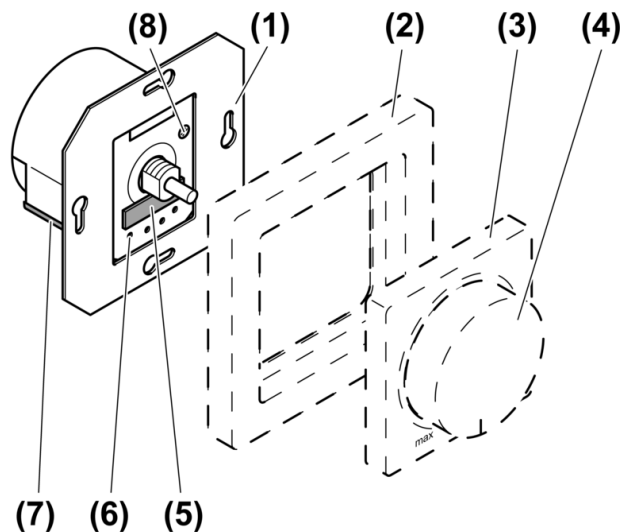

Bild 1: Geräteaufbau
- Einsteller (Bild 1) verstellen bis die Grunddrehzahl eingestellt ist. Dabei den Nachlauf des Motors berücksichtigen!